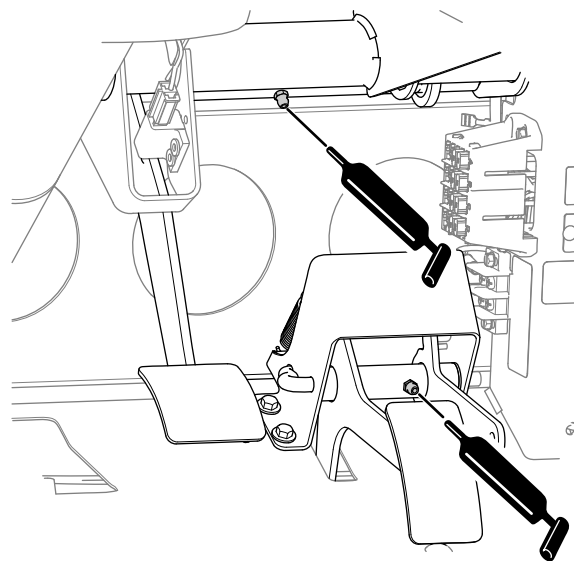

Figura 48
- **Freno (1);** consulte Figura 48
- **Acelerador (1);** consulte Figura 48